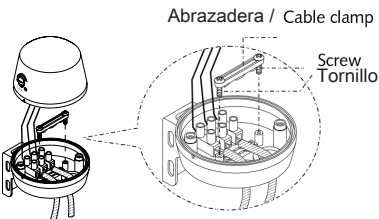

Fig. 6
- 3. Amarre los cables con la abrazadera y sujételos con los tornillos. El bloque de terminales debe ser introducido a presión entre dos salientes en la caja inferior (Vea la fig. 6).
- 3. Arrange the cables with a cable clamp and secure with screws. The terminal block has to be squeezed in between two bosses at the bottom case (See fig. 6).